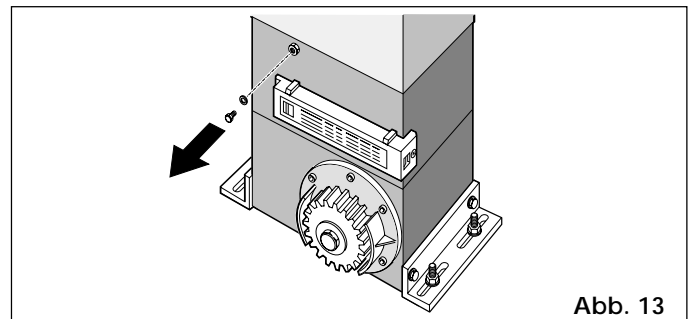

Abb. 13
- 6) Die Entlüftungsschraube abnehmen und aufbewahren (s. Abb. 13).